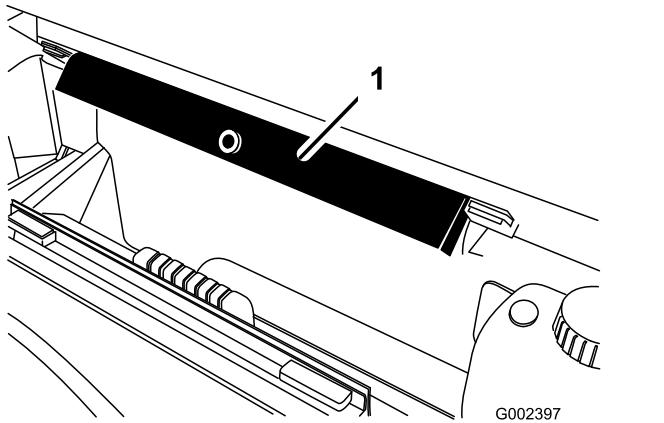

Figure 11
- Sortez la béquille de sécurité des supports de rangement au dos du panneau de la structure ROPS (Figure 11).